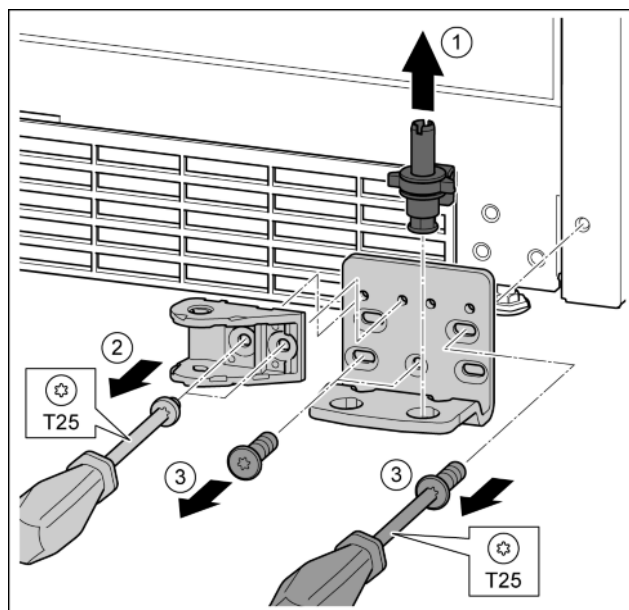

Fig. 34
- Pilnīgi izvelciet ārā uz augšu gultņa tapu. Fig. 34 (1)
- Ar skrūvgriezi T25 izskrūvējiet skrūves un noņemiet aizvēršanas amortizatora savienojumu. Fig. 34 (2)
- Ar skrūvgriezi T25 izskrūvējiet skrūves un noņemiet gultņa balstu. Fig. 34 (3)